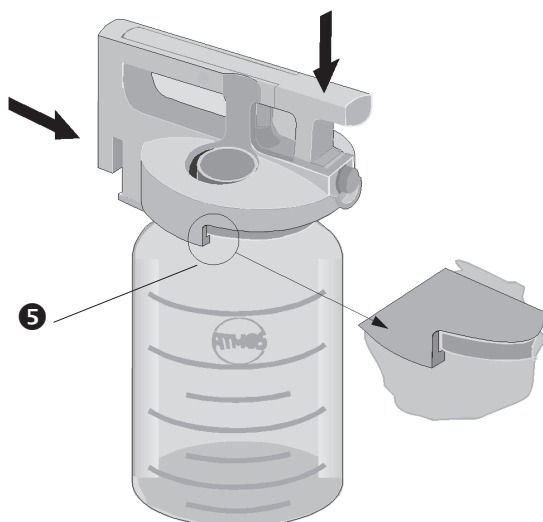

Bild 4. Aufsetzen des Deckels
- Schieben Sie das Verschlusssystem entsprechend Bild 4 über den Sekretbehälter (achten Sie darauf, dass der Deckelrand (❺, Bild 4) unter dem Behälterwulst liegt) und drücken Sie den Verschlussbügel nach unten, bis er einrastet.